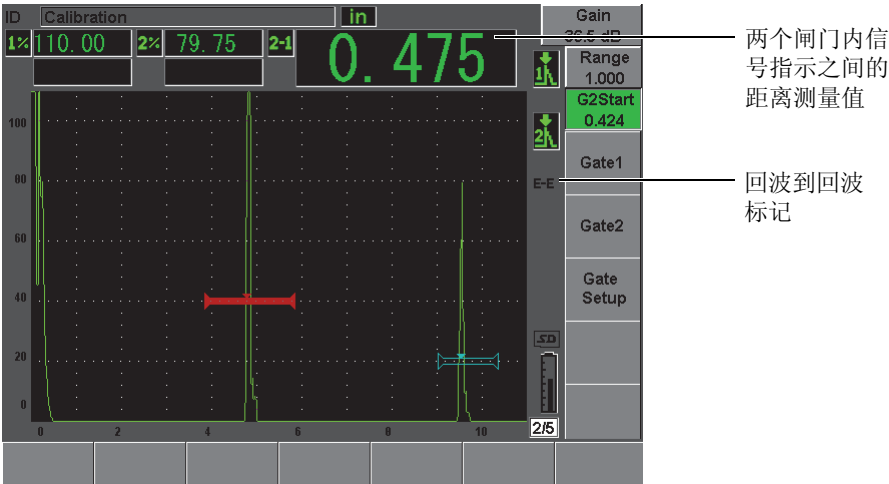

图 8-6 回波到回波测量示例
2. 如第 139 页的图 8-6 所示，将闸门 1 定位在需要检测的第一个回波上，然后将闸门 2 定位在需要检测的第二个回波上。